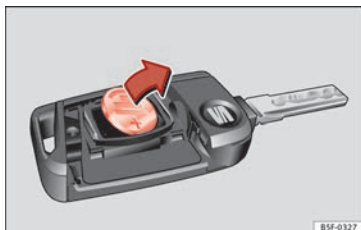

Fig. 126 Clé du véhicule : retirez la pile.
- Retirez la pile du compartiment à l'aide d'un objet fin approprié » fig. 126.
- Placez la pile neuve comme indiqué » fig. 126 et appuyez-la contre le logement des piles dans le sens contraire de la flèche » ①.